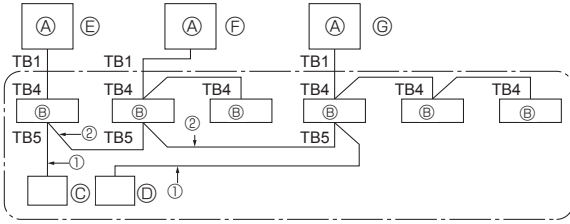

Fig. 9-1
9. Sistem kontrolü (Fig. 9-1)
- ⑤ SW 1 - 3 ~ 6
9. Sterowanie systemem (Fig. 9-1)